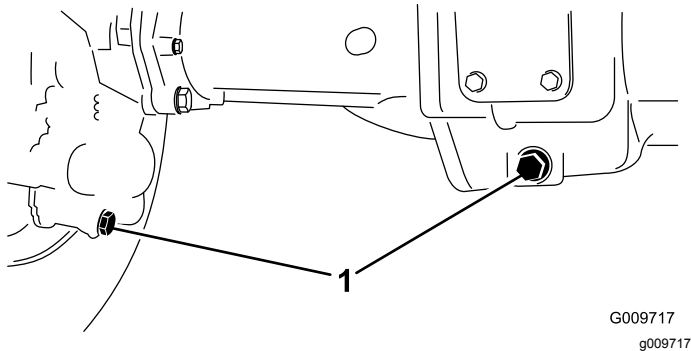

Figura 97
2. Limpe a zona em redor dos 3 tampões de escoamento, 1 em cada extremidade e 1 no centro (Figura 97).